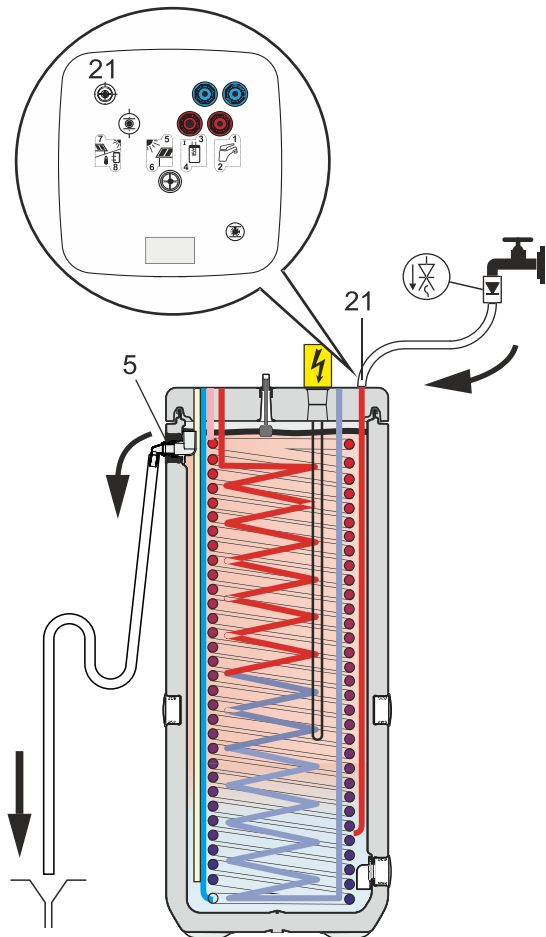

Fig. 4-4 Enchimento do acumulador intermédio - sem sistema solar $p=0$ e sem ligação de enchimento KFE
- Ligar a mangueira de enchimento com bloqueador de refluxo (1/2") à ligação "DrainBack solar - alimentação" (fig. 4-4, item 21).
- Encher o depósito do acumulador do Daikin EKHWP/EKHWC, **até sair água da descarga de segurança** (fig. 4-4, item 5).
- Encher o depósito do acumulador do Daikin EKHWD, **até sair água da descarga de segurança** (fig. 4-4, item 5).